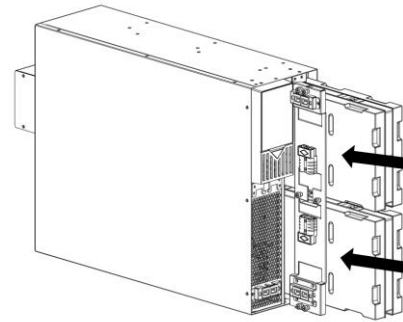

Figure 13
4. Placez l'onduleur à son emplacement d'installation final. Une fois placés, réinsérez les modules de batterie (FIG. 13)